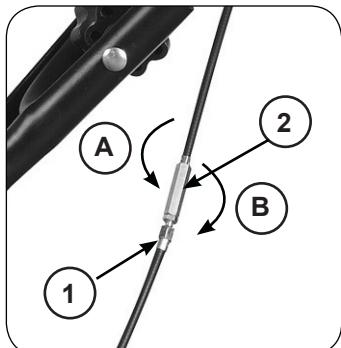

РИС.7
**Регулировка троса сцепления (рис. 7)**